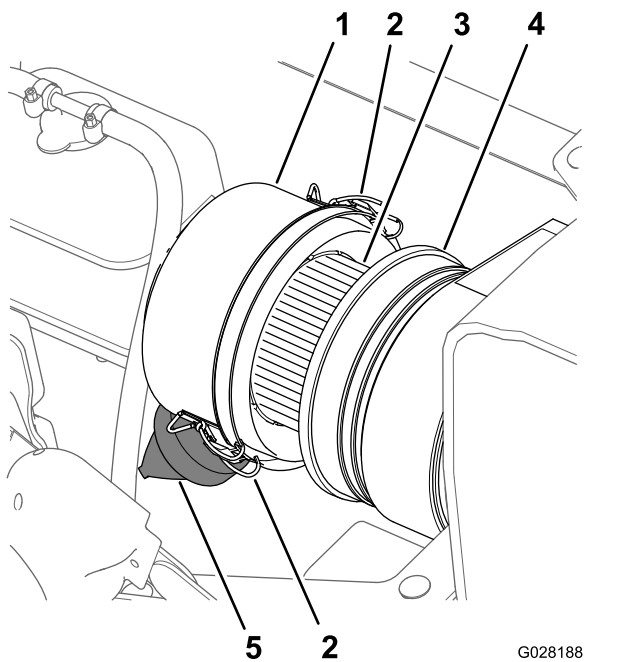
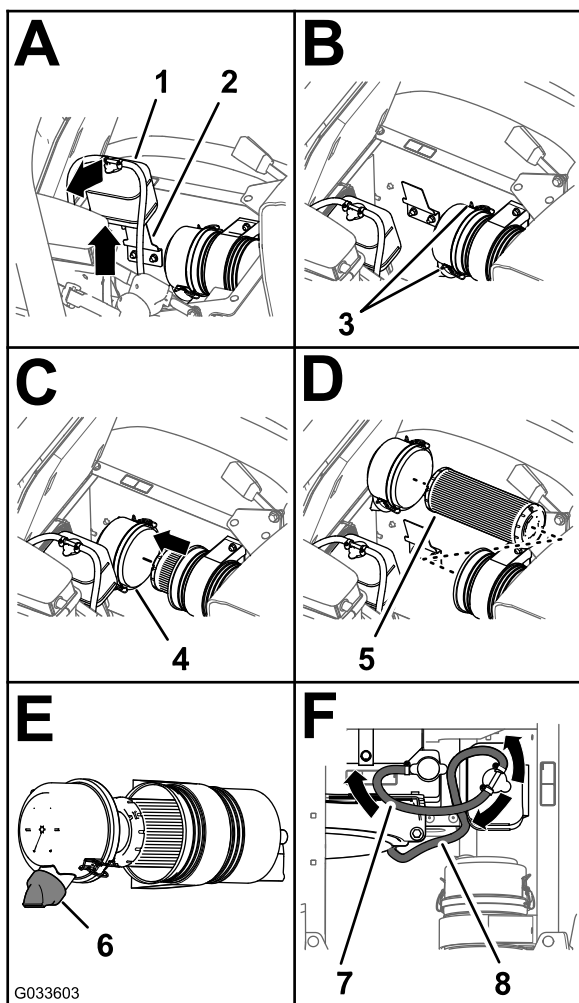

Рисунок 67
Рисунок 68
3. Очистите пылезащитную крышку и корпус воздухоочистителя (Рисунок 67).
4. Проверьте корпус воздухоочистителя на наличие повреждений, которые могли бы вызвать утечку воздуха (Рисунок 67).
5. Сожмите пылезащитный клапан, чтобы очистить его от загрязнений, пыли и мусора (Рисунок 67).
7. Проверьте элемент воздушного фильтра на чрезмерное скопление пыли, загрязнений и мусора (Рисунок 67).
8. Установите пылезащитную крышку на корпус воздухоочистителя и зафиксируйте ее двумя защелками (Рисунок 67).
2. Очистите пылезащитную крышку и корпус воздухоочистителя (Рисунок 67).
3. Поднимите расширительный бачок охлаждающей жидкости вверх и снимите его с опорного кронштейна бачка (Рисунок 68).
- Отпустите 2 защелки, фиксирующие пылезащитную крышку на корпусе воздухоочистителя (Рисунок 68).
клапан влажной тканью (Рисунок 67 и Рисунок 68).
- Вставьте элемент воздушного фильтра в корпус воздухоочистителя (Рисунок 68).
- Установите крышку на корпус воздухоочистителя и зафиксируйте ее двумя защелками (Рисунок 68).
Примечание: Убедитесь, что пылезащитный клапан установлен в положение «между 5 и 7 часами», если смотреть с торца (Рисунок 68).
- Совместите расширительный бачок охлаждающей жидкости с опорным кронштейном бачка и плотно посадите бачок на место (Рисунок 68).